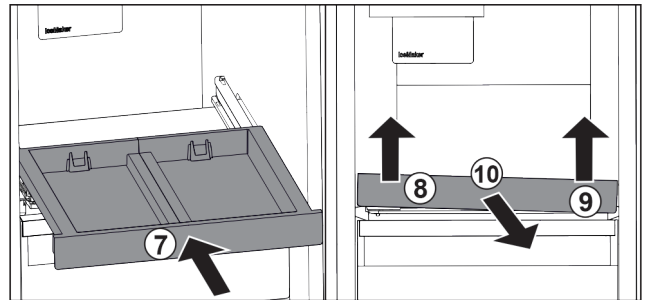

Fig. 25
- ▶ Auszugsbord einschieben. Fig. 25 (7)
- ▶ Auszugsbord vorne links anheben. Fig. 25 (8)
- ▶ Auszugsbord vorne rechts anheben. Fig. 25 (9)
- ▶ Auszugsbord nach vorne entnehmen. Fig. 25 (10)